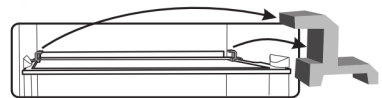

Fig. 5
- Retirer les éléments rouges des étagères (Fig. 5) qui étaient indispensables durant le transport.